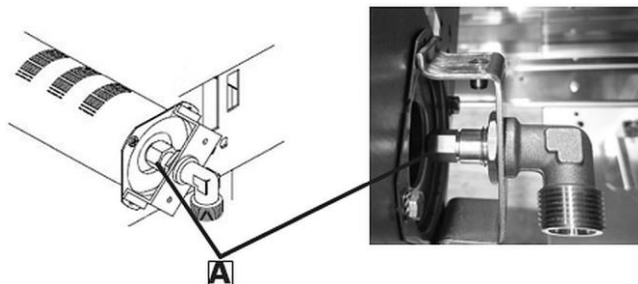

Fig. 7
3. Dévissez la buse du brûleur principal **A** (fig. 7).